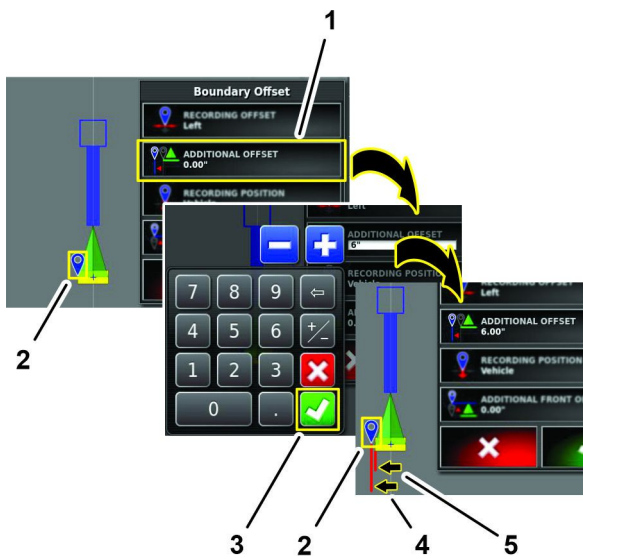

Bild 199
1. Tippen Sie auf das Symbol ZUSÄTZLICHER VERSATZ (Bild 199).
2. Geben Sie über die Bildschirmtastatur den seitlichen Versatzabstand ein und tippen Sie auf das Bestätigen-Symbol (Bild 199).